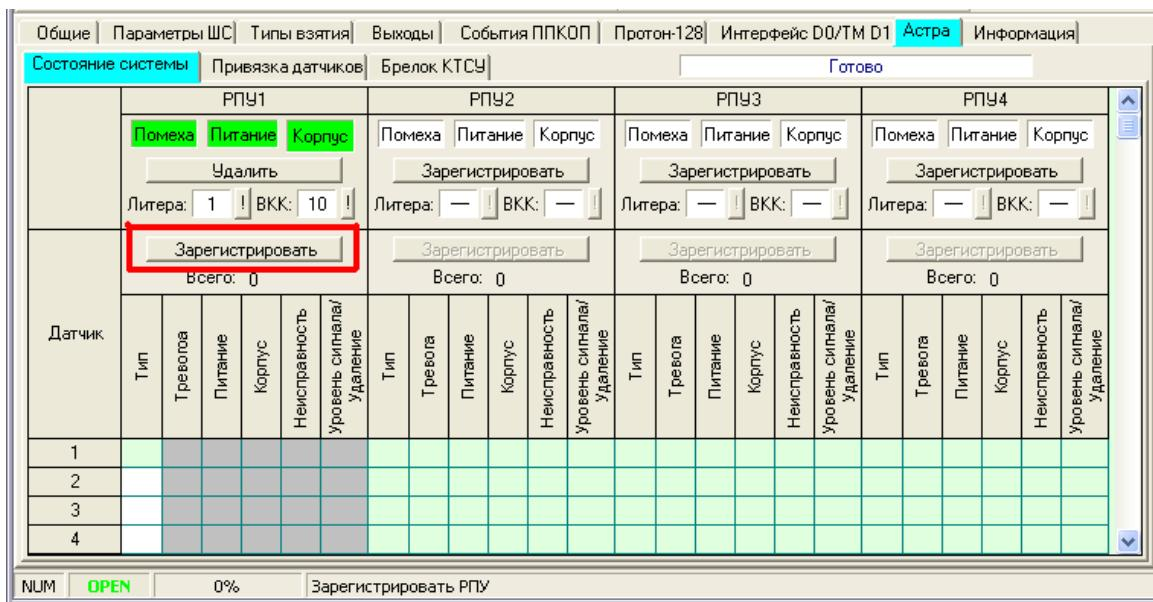

Рисунок 3.26
4) Зарегистрировать извещатели (датчики). С использованием Программатора зайти на вкладку «Астра. Состояние системы» (рис. 3.26).